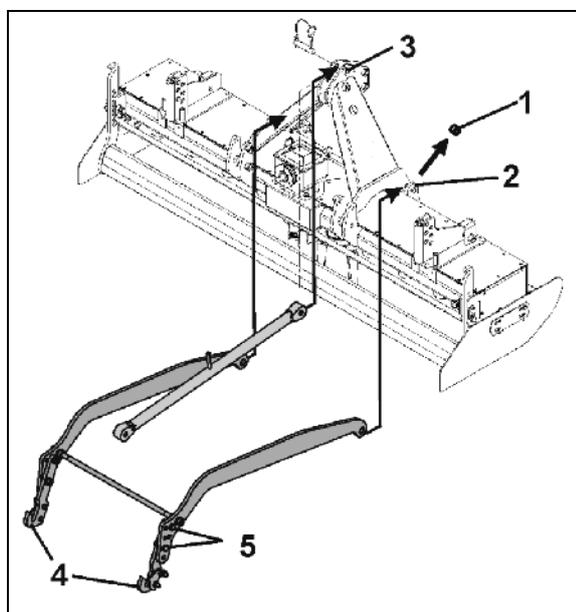

Fig. 38
2. Hülsen (Fig. 38/1) entnehmen
3. Vormontierte Kupplungsteile links und rechts zwischen die Aufnahmeplatten (Fig. 38/2) führen.
5. Den Oberlenker am oberen Dreipunkt (Fig. 38/3) der Bodenbearbeitungsmaschine mit Bolzen abstecken und mit Klappstecker sichern.
Unterschiedliche Anschraubmöglichkeiten (Fig. 38/5) der Fanghaken (Fig. 38/4) nutzen, so dass die nachlaufende Sämaschine möglichst dicht hinter der Walze befestigt werden kann.
In jedem Fall ist darauf zu achten, dass jeder Fanghaken (Fig. 38/4) mit mindestens zwei Skt.-Schrauben an den Einstellblechen befestigt wird.